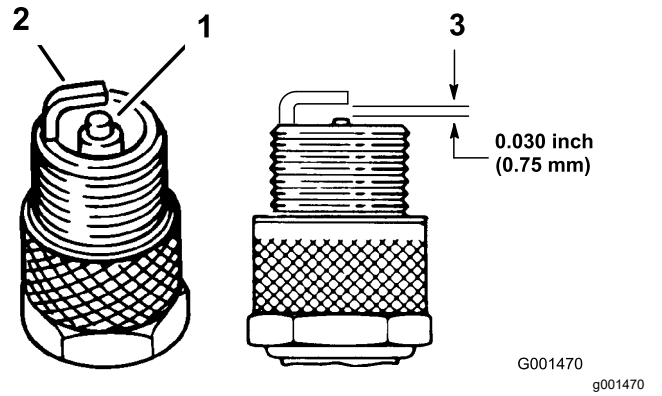

图 41
5. 将中心电极与侧电极之间的气隙设置为 0.76mm 图 41。
4. 检查侧电极、中心电极和中心电极绝缘体的状况确保没有任何损坏图 41。